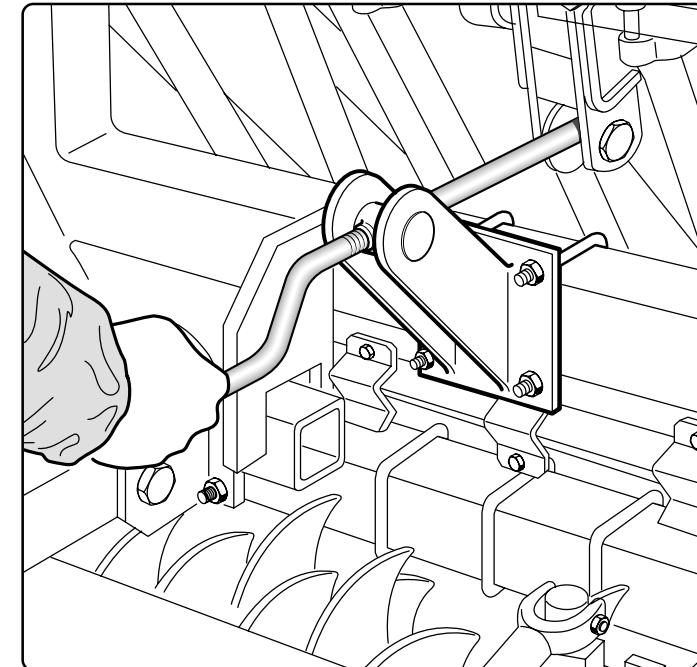
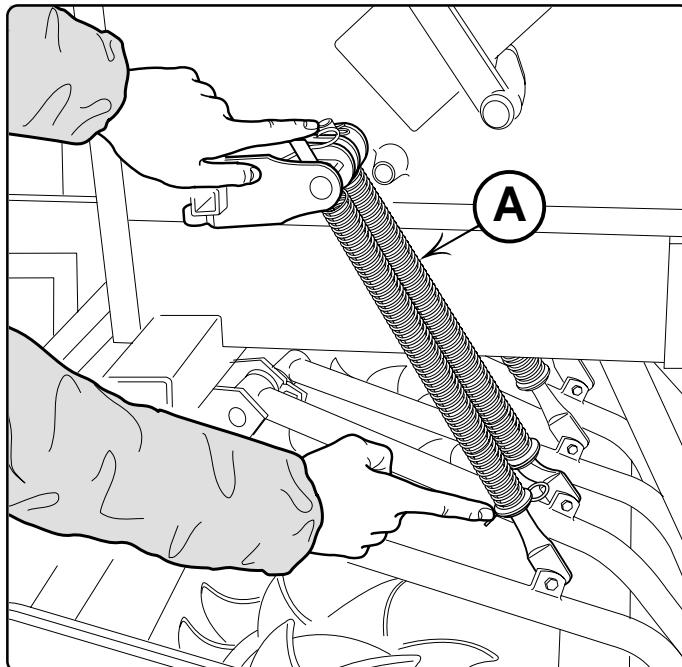

Fig. 20
Fig. 21
Per una buona emergenza dei germogli è importante collocare il seme alla giusta profondità nel letto di semina. La profondità di semina viene regolata, contemporaneamente per tutti gli assolcatori, tramite la manovella (Fig. 20) la quale consente se girata in senso orario di comprimere le molle di pressione (A Fig. 21), conferendo maggiore spinta agli assolcatori e quindi automaticamente una caduta più profonda del seme nel terreno. Si può ulterior-
*Good sprouting requires the seed to be sown at the right depth in the bed. Sowing depth is adjusted for all listers by using the crank (Fig. 20), which when turned clockwise compresses the pressure springs (A Fig. 21) to exert greater thrust on the listers and therefore pushes the seed deeper into the soil.*
Damit die Sproßen richtig treiben können, ist es wichtig, den Samen im Aussaatbett in der richtigen Tiefe einzupflanzen. Die Aussaattiefe wird gleichzeitig für alle Säscharenreisser mittels der Kurbel (Abb. 20) eingestellt, die es ermöglicht, bei Drehung in den Uhrzeigersinn die Druckfedern (B Abb. 21) zusammenzudrücken und somit den Säscharenreissern größeren Schub zu verleihen und daher automatisch einen tieferen Fall des Samens in das Erdreich. Der Druck kann weiterhin
*Pour une bonne émergence des pousses il est important de mettre la graine à la profondeur exacte dans le lit de semence. La profondeur d'ensemencement est réglée simultanément pour tous les socs par la manivelle (Fig. 20) qui permet (rotation dans le sens des aiguilles d'une montre) de comprimer les ressorts de pression (A Fig. 21) et de donner une poussée accrue au socs, en assurant ainsi automatique-*
Para una buena germinación, es importante que se coloque la semilla en el lecho de siembra a una profundidad adecuada. La profundidad de la siembra se regula, al mismo tiempo para todos los surcadores, mediante la manivela (Fig. 20). Si ésta última se gira en el sentido dextrorso, permite comprimir los muelles de presión (A Fig. 21), otorgando mayor empuje a los surcadores y por lo tanto automáticamente una caída más profunda del seme en el terreno.
riamente regolare la pressione singolarmente agendo sulle molle variando la posizione della spina (Fig. 21).
by changing the position of the spring pegs (Fig. 21).
einzelnen geregelt werden, indem man durch Verstellung des Stifts (Abb. 21) auf die Federn einwirkt.
ment une chute plus profonde des graines dans le terrain. On peut encore régler séparément la pression par l'utilisation des ressort et le changement de la position de la goupille (Fig. 21).
da de la semilla en el terreno. Asimismo, se puede regular la presión por separado obrando sobre los muelles y variando la posición de la clavija (Fig. 21).